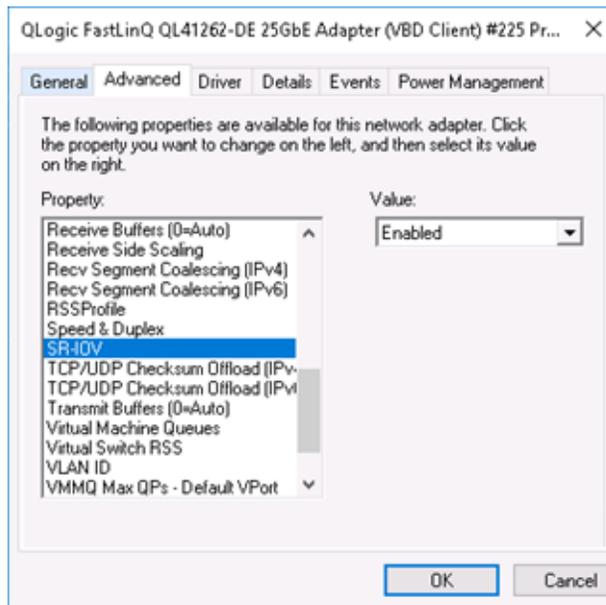

Abbildung 11-3. Adapter-Eigenschaften – Erweitert: SR-IOV aktivieren
- c. Wählen Sie auf der Seite „Advanced properties“ (Erweiterte Eigenschaften) (Abbildung 11-3) unter **Property** (Eigenschaft) die Option **SR-IOV** aus und setzen Sie den Wert auf **Enabled** (Aktiviert).